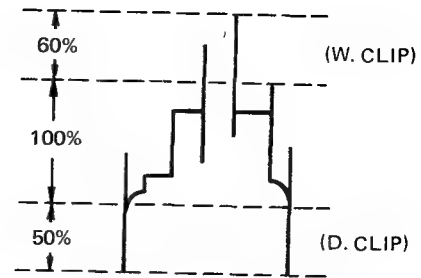

Abb. 8-29
3. TP201 mit dem Oszilloskop beobachten, R221 (Schwarzbegrenzung) und R214 (Weißbegrenzung) so einstellen, daß die in Abb. 8-29 dargestellte Form erhalten wird.